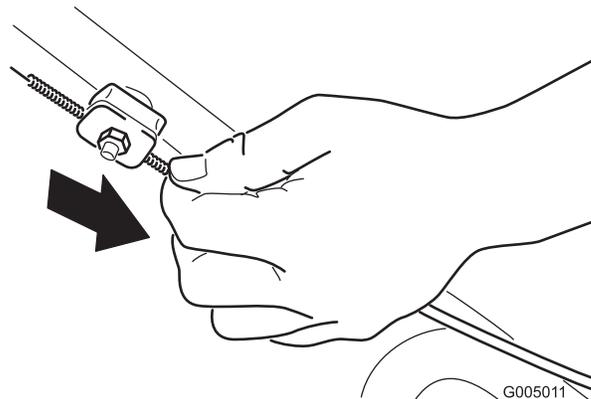

Figure 30
2. Tirez la gaine du câble vers le bas (vers la machine) jusqu'à ce qu'il n'y ait plus de mou dans le câble (Figure 30).